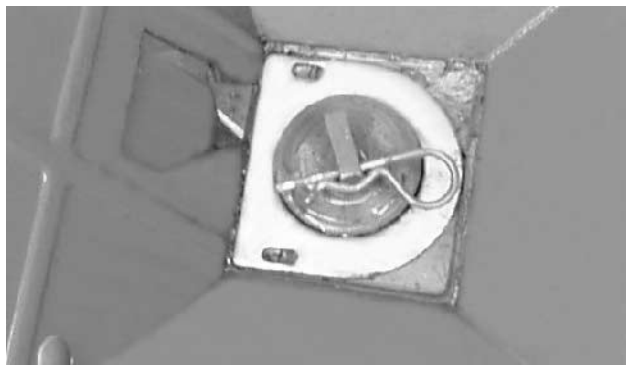

Fig. 41
- Opzetstuk (Fig. 41/2) van de roerkop wegnemen.
Veerbelaste pen (Fig. 41/3) beslist tegen de draairichting in (Fig. 41/4) monteren. (Het rechter gedeelte van de machine is hier afgebeeld).